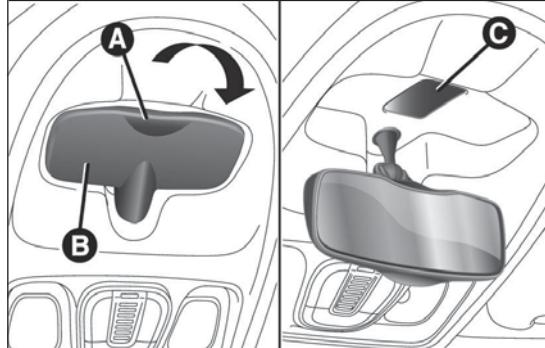

fig. 193
- svitare la vite e rimuovere il tappo C fig. 193 di ricoprimento del fissaggio;